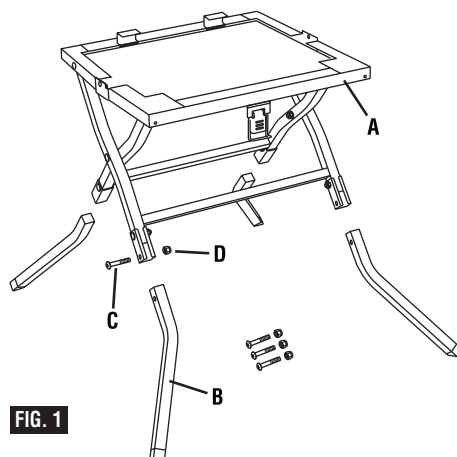

FIG. 1
1. Faites glisser les pieds **B** à l'intérieur de la plateforme de support (Fig. 1).